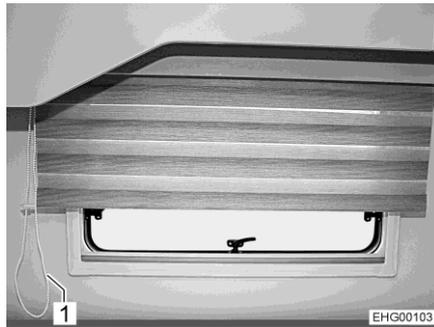

Bild 110 Vario-Rollo, Heckbereich
- Verdunkeln/Abschatten:** ■ An dem Strang der Ziehkette (Bild 110,1) ziehen, der das Vario-Rollo schließt, bis das Vario-Rollo in der gewünschten Stellung steht.
- Verdunklung aufheben:** ■ An dem Strang der Ziehkette (Bild 110,1) ziehen, der das Vario-Rollo öffnet, bis das Vario-Rollo in der gewünschten Stellung steht.